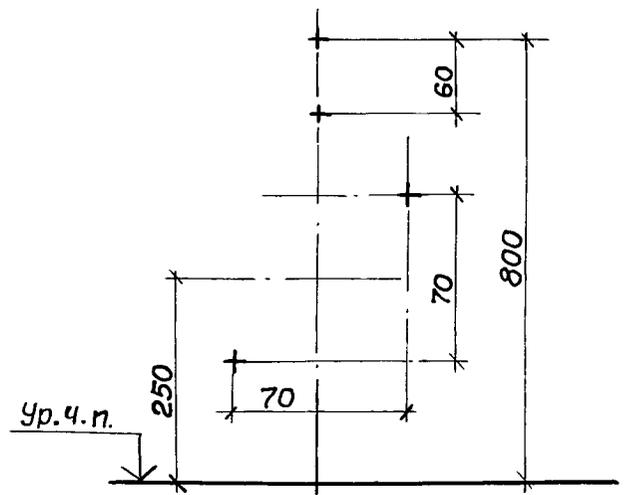

Рис.3
4.Зануление коробки выполняется „шлейфом“ нулевой жилы кабеля- см. рис.3.